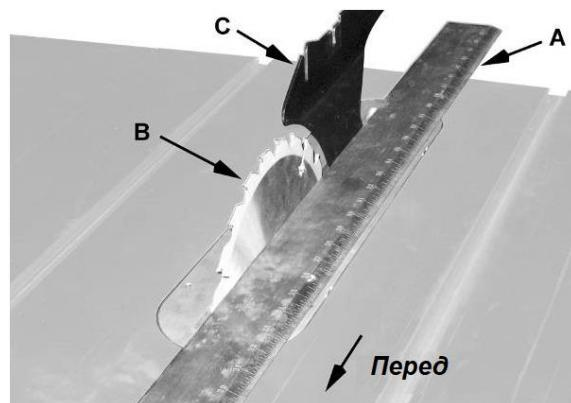

Рис. 13
2. Положите поверочную линейку (A, Рис. 13) на стол вплотную к пильному диску (B, Рис. 13) и расклинивающему ножу (C, Рис. 13). Проверните диск, чтобы кончик его зуба касался поверочной линейки.